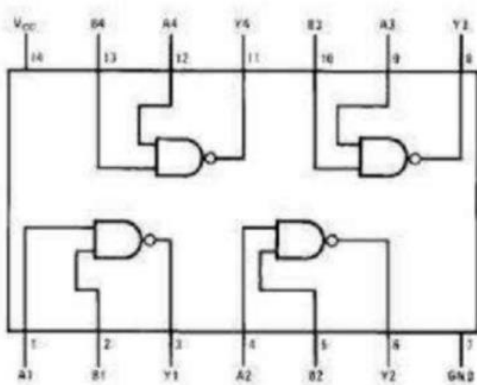
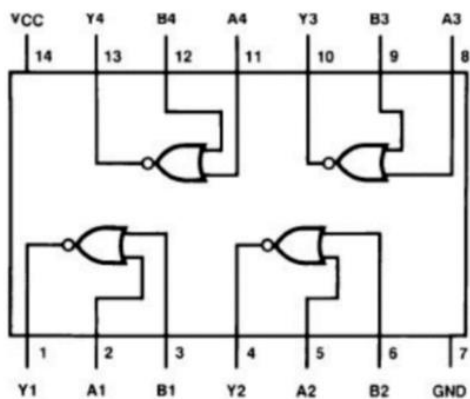

Figure 1 74HC00
Figure 2 74HC02
2. 若要得到图 1 和图 2 中的矩形波信号 v_i , 应该使用哪种电子仪器? 应该如何调节?